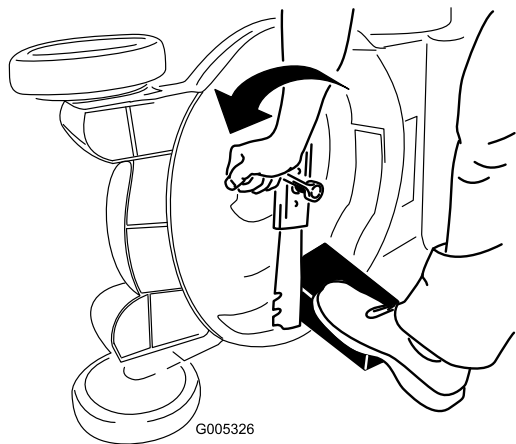

Рисунок 47
3. Используйте деревянную подкладку для неподвижного удерживания ножа (Рисунок 47).
4. Снимите нож, сохранив все крепежные детали (Рисунок 47).